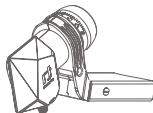

Fig. 2
2. Ustaw właściwy kąt skreću konwertera, obracając konwerter w uchwycie w kierunku zgodnym lub przeciwnym do ruchu wskazówek zegara: kąt skreću konwertera (K) jest zależny od miejsca instalacji anteny satelitarnej i satelity, który ma być odbierany. Przykładowo do odbioru Hotbird 13°E w Warszawie, wynosi on 6° zgodnie z ruchem przeciwnym do ruchu wskazówek zegara. Dokładną regulację ustawienia kąta skreću, należy wykonać posługując się miernikiem sygnału satelitarnego lub wskazaniem pomiaru sygnału z dekodera (Rys. 2).